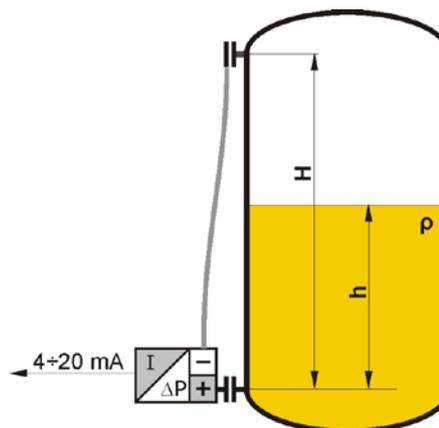

Рисунок 4
2.3.1.13.2 Конфигурирование преобразователя APR-2200/ALW/Exd для измерения уровня в закрытой емкости (рисунок 4):